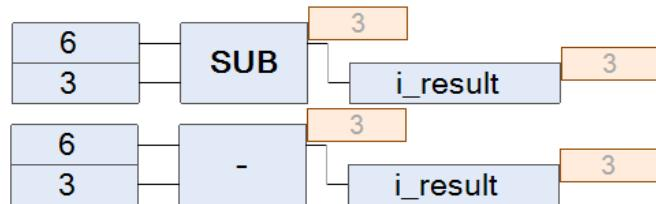

Рисунок 2.17 – Арифметический оператор «Вычитание»
**Арифметическое «Вычитание».** Элемент «Вычитание» в CoDeSyS может быть представлено как в письменном виде (SUB), так и в графическом (-). В своей структуре имеет два входа и один выход (рис. 2.17). Типы входных и выходных данных, с которыми используется элемент: BYTE, WORD, DWORD, SINT, USINT, INT, UINT, DINT, UDINT, REAL и LREAL, TIME. Принцип работы следующий: уменьшаемое (верхний вход) вычитает вычитаемое (нижний вход), в итоге получаем разность чисел того же типа, что и на входе.